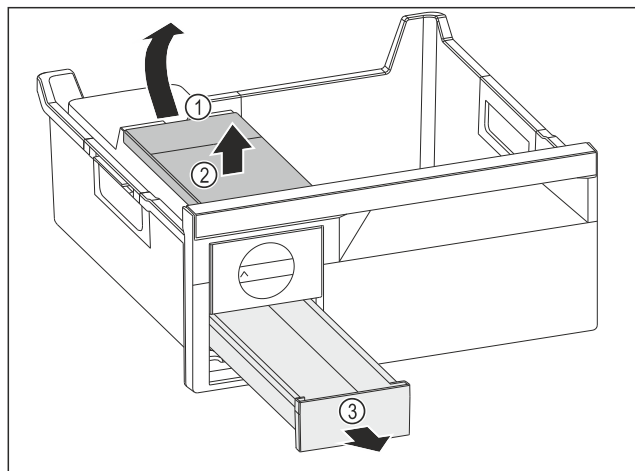

Fig. 292
- ▶ Wassertank entnehmen: Wassertank an der Aussparung Fig. 292 (1) anheben.
- ▶ Wassertank Fig. 292 (2) nach oben entnehmen.
- ▶ Eiswürfelschubfach Fig. 292 (3) nach vorne entnehmen.